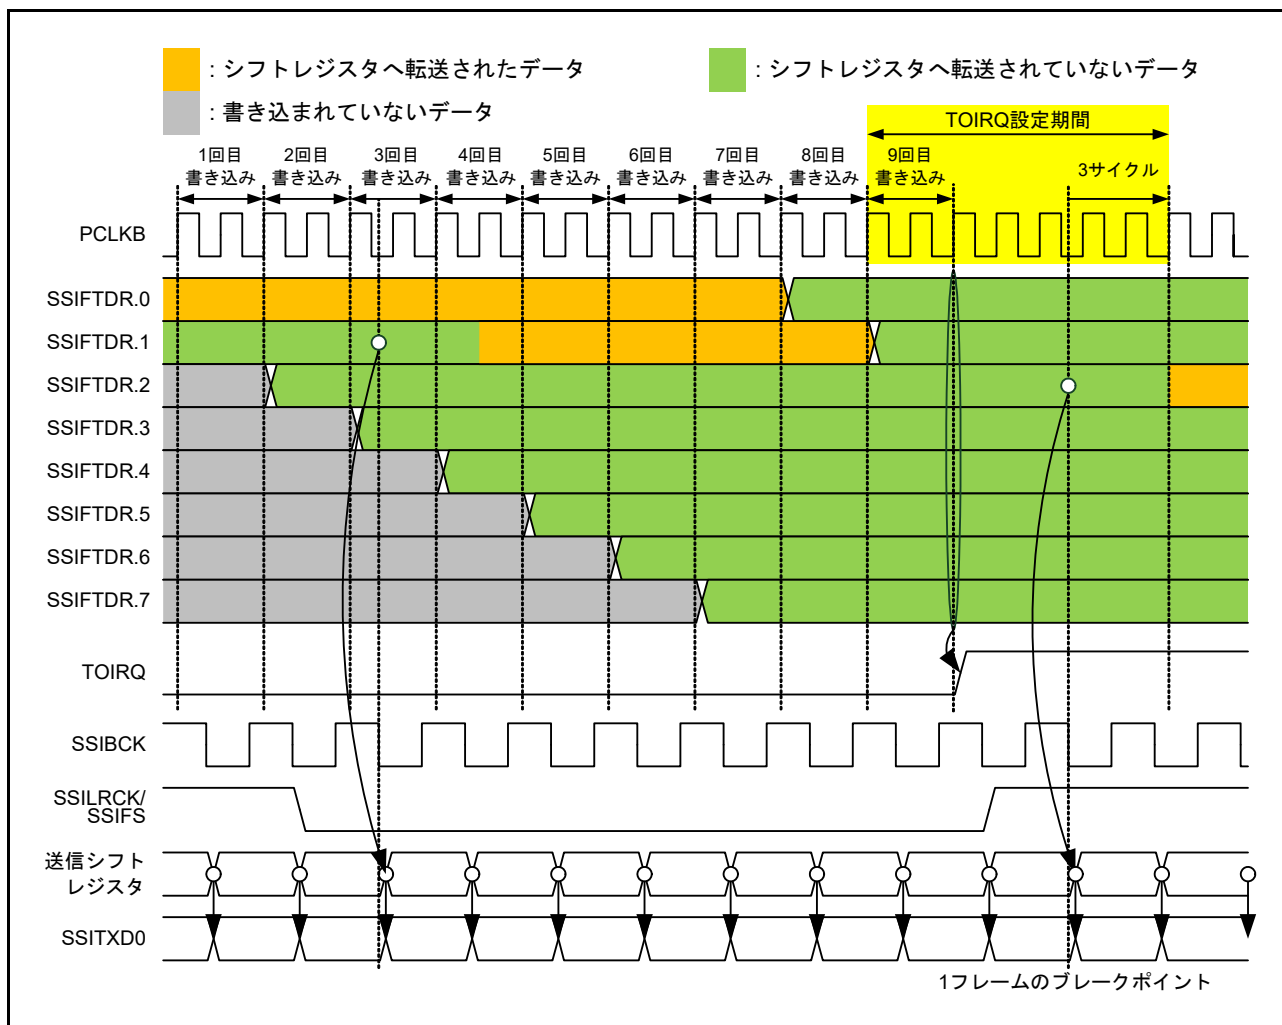

図 33.16 TOIRQ 設定タイミング
- SSIFTDR への書き込みが完了したとき。詳細は、図 33.16を参照してください